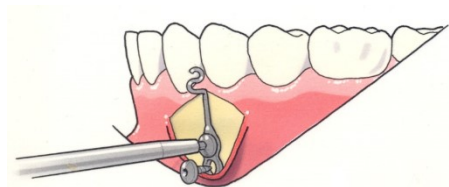

Fig. 3
De verankeringsplaat mag worden voorgebogen voor een optimaal contact tussen de verankeringsplaat en het corticaal bot. Het aanbuigen dient te gebeuren tussen het bovenste en onderste schroefgatje. De eerste zelfborende schroef (Surgi-Tec adviseert 5 mm lengte, Ø 2.0mm, ref. 70-505S) in het bovenste schroefgatje van het botanker aanbrengen maar nog niet helemaal aanspannen zodat het anker nog wat kan worden geroteerd. De tweede zelfborende schroef aanbrengen (Surgi-Tec adviseert 5 mm of 7 mm lengte, Ø 2.0mm, ref. 70-505S of 70-507S) (fig. 3)